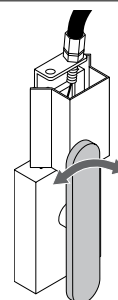

Fig. 2
- **Desbloqueo de cuerda externo ASB2 (fig. 2):**